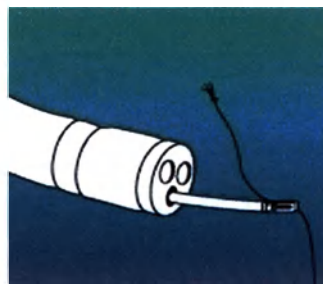

Рис.4
4. Вденьте дистальный конец лигатуры в крючок находящийся на конце проводника. Протяните проводник вместе с лигатурой обратно через биопсийный канал эндоскопа (рис.4).